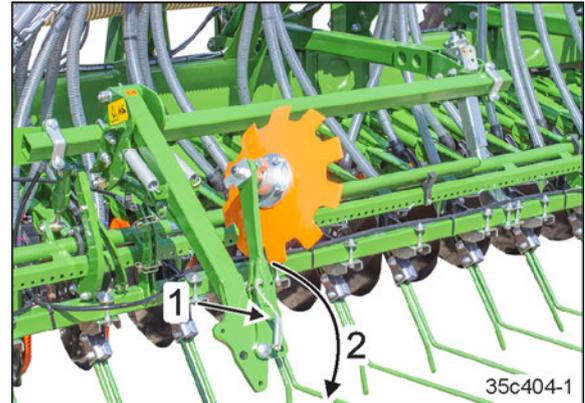

Fig. 239
2. Retirer l'axe (Fig. 239/1) et plier le tronçon (Fig. 239/2) avec le disque traceur en position de travail.